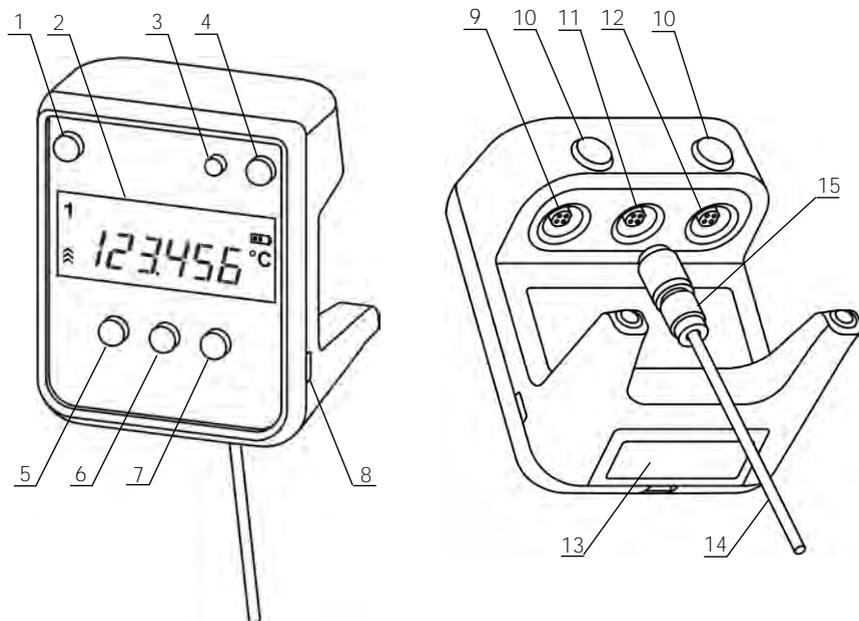
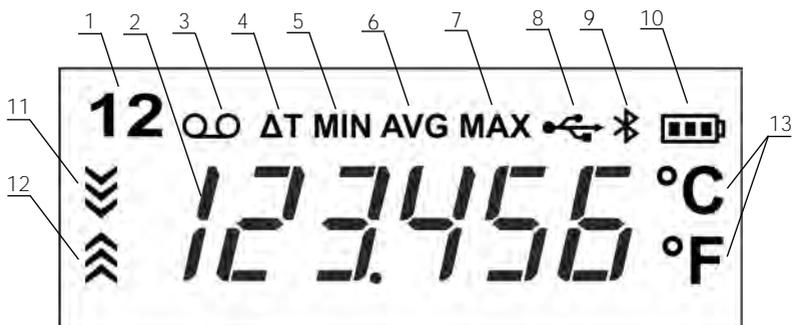

Рисунок 1 — Внешний вид термометра
Рисунок 2 — Дисплей термометра
2.2.2 При подключении датчика температуры с разъемным соединением к электронному блоку, следует совместить ключи на разъеме датчика 15 (рисунок 1) и разъеме электронного блока 11, затем вдвинуть датчик до упора и зафиксировать его при помощи резьбового соединения кожуха разъема.
2.2.3 Включить питание термометра кнопкой 4 (рисунок 1). Прибор не требует предварительного прогрева и сразу же готов к работе.
2.3.2 Для термометра с двумя каналами измерений температуры переключение каналов выполняется нажатием кнопки 1 (рисунок 1). При этом на дисплее отображается индикатор номера канала 1 (рисунок 2).
2.3.3 Для оценки направления и скорости изменения температуры служат индикаторы 11 и 12 (рисунок 2), которые загораются при уменьшении или увеличении измеряемой температуры соответственно. Чем
2.4.2 Состояние элементов питания отображается на дисплее индикатором 10 (рисунок 2). Чем меньше «полосок» содержит символ батареи, тем сильнее разряжены элементы питания. Признаком необходимости замены элементов питания является индикатор без «полосок».
2.4.3 Для замены элементов питания открыть крышку батарейного отсека 13 (рисунок 1), извлечь старые элементы и установить новые, соблюдая полярность.
2.5.2 Для запуска/остановки записи результатов измерений в память, нажать кнопку 7 (рисунок 1). Когда запись результатов включена, отображается индикатор 3 (рисунок 2). Запись выполняется циклически, т.е. когда вся память будет заполнена, при добавлении очередного результата, будет стираться самый «старый» результат.
2.6.1 При проведении измерений термометр, начиная с момента включения, непрерывно отслеживает значения минимальной, средней и максимальной температуры для каждого измерительного канала. Многократное нажатие кнопки 6 (рисунок 1) последовательно выводит на дисплей значения этих температур вместе с соответствующим индикатором 5–7 (рисунок 2).
2.6.2 Для термометра с двумя каналами измерений температуры дополнительно имеется функция определения разности температур (ΔT), измеренных датчиками первого и второго каналов. Результат ΔT можно вывести на дисплей, нажимая кнопку 6 (рисунок 1) до появления индикатора 4 (рисунок 2).
2.7.2 Для переключения между единицами измерений температуры нажать кнопку 5 (рисунок 1) и, удерживая ее, нажать кнопку 6.
2.8.2 Для изменения количества знаков после запятой нажать кнопку 5 (рисунок 1) и, удерживая ее, нажать кнопку 7.
2.9.2 Переход в режим секундомера и обратно выполняется нажатием кнопки 1 (рисунок 1).
- включить термометр, при этом на дисплее отображается индикатор 8 (рисунок 2);
2.11.2 Включение/выключение модуля осуществляется нажатием кнопки 3 (рисунок 1). Когда модуль включен, на дисплее отображается индикатор 9 (рисунок 2).